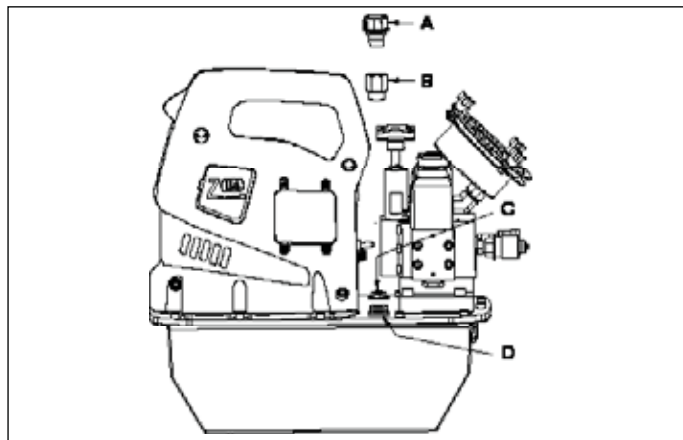
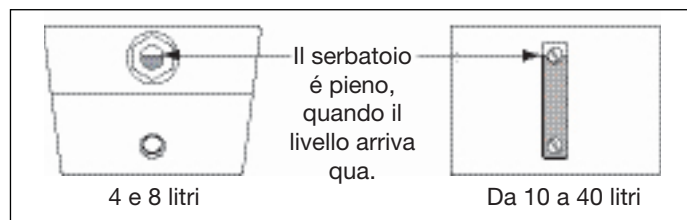

Figura 2, ZU4 Installazione dello sfiatatoio
Figura 4, Vetro spia dell'olio
4.1 Cappuccio sfiatatoio del serbatoio (vedere figura 2)
Controllare il livello dell'olio prima di avviare la pompa; aggiungere olio, se necessario, togliendo il tappo SAE #10 dalla piastra di copertura (vedere figura 2). Il serbatoio è pieno, quando il livello dell'olio è come mostrato in figura 4.